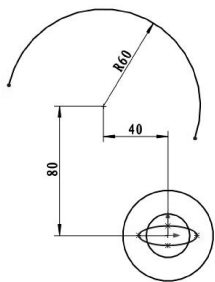

图 2-37 绘制圆弧 1 并尺寸约束
- 05 单击【圆心/起/终点画弧】按钮,绘制圆弧 1,并对圆弧进行尺寸约束,结果如图 2-37 所示。